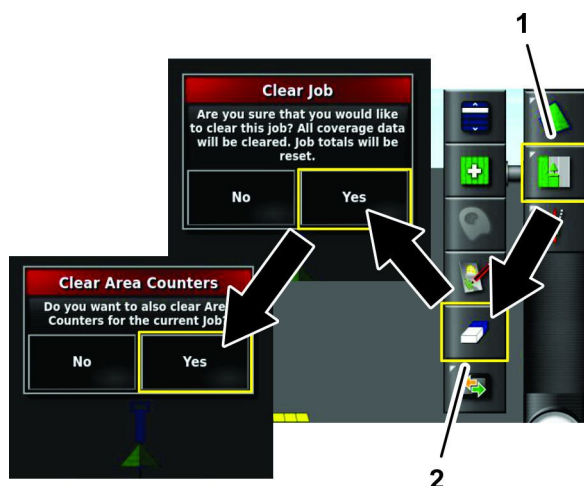

Figura 30
1. Pressione o ícone Menu de serviços (Figura 30).
2. Pressione o ícone Apagar dados do serviço (Figura 30).
3. Na caixa de diálogo “apagar dados do serviço”, pressione o ícone Sim (Figura 30).
4. Na caixa de diálogo “apagar contadores de área”, pressione o ícone Sim (Figura 30).